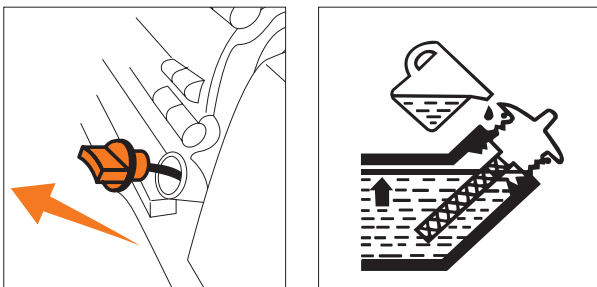

Рис. 6
- Отверните крышку маслоналивной горловины (Рис. 6) из картера двигателя, достаньте щуп.
- Если уровень масла меньше нижней линии (L) на щупе, долейте масло до верхней линии (H) в картер двигателя через маслоналивную горловину.